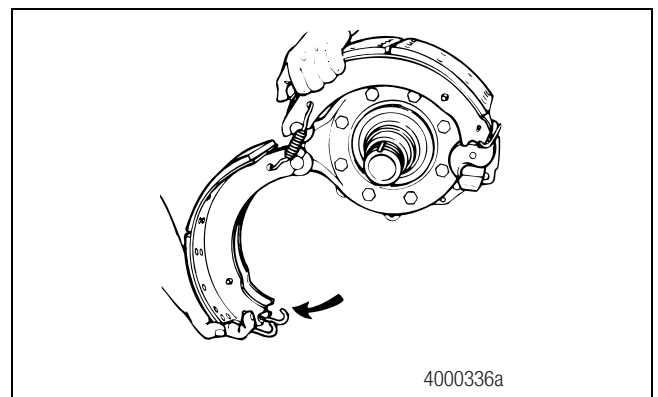

Figura 3.5
4. Gire la zapata inferior para liberar la tensión de los resortes de retención de la zapata del freno. Figura 3.5.